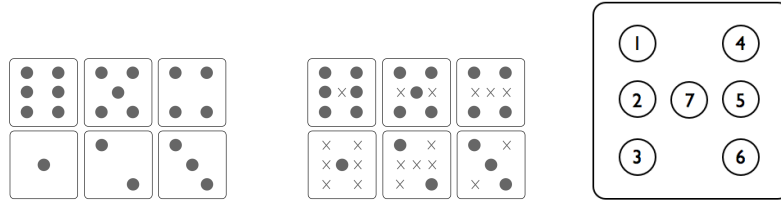

Figure 3: Configurations du dé à LEDs, **prière de suivre la convention de numérotation des LEDs** (figure de droite).
2. La figure 3 montre les 6 configurations d'un dé en utilisant 7 LEDs, et la convention de numérotation. Montrez qu'il suffit de 4 commandes "on/off" pour obtenir les 6 configurations du dé, et définissez-les.